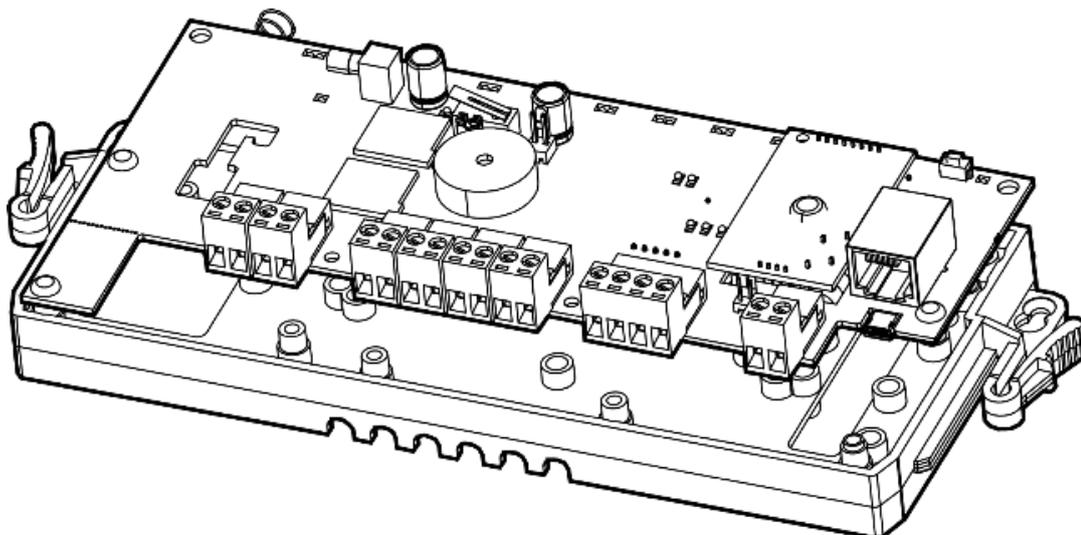

Рисунок 5.1
5.8.1 В составе ОС исп. 2Т прибор поставляется без корпуса, плата прибора закреплена на пластмассовом держателе и не содержит встроенной GSM-антенны (см. Рисунок 5.1).